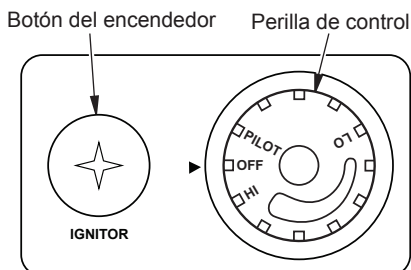

Figura 20 - Perilla de control en la posición OFF (apagado)
4. Espere cinco (5) minutos para despejar el aire. Luego huela a gas, incluso cerca del piso. Si huele a gas, ¡DETÉNGASE! Siga "B" en la información de seguridad, página 41. Si no huele a gas, vaya al siguiente paso.
5. Gire la perilla de control hacia la izquierda  hasta la posición PILOTO. Presione la perilla de control durante cinco (5) segundos (consulte la Figura 20).